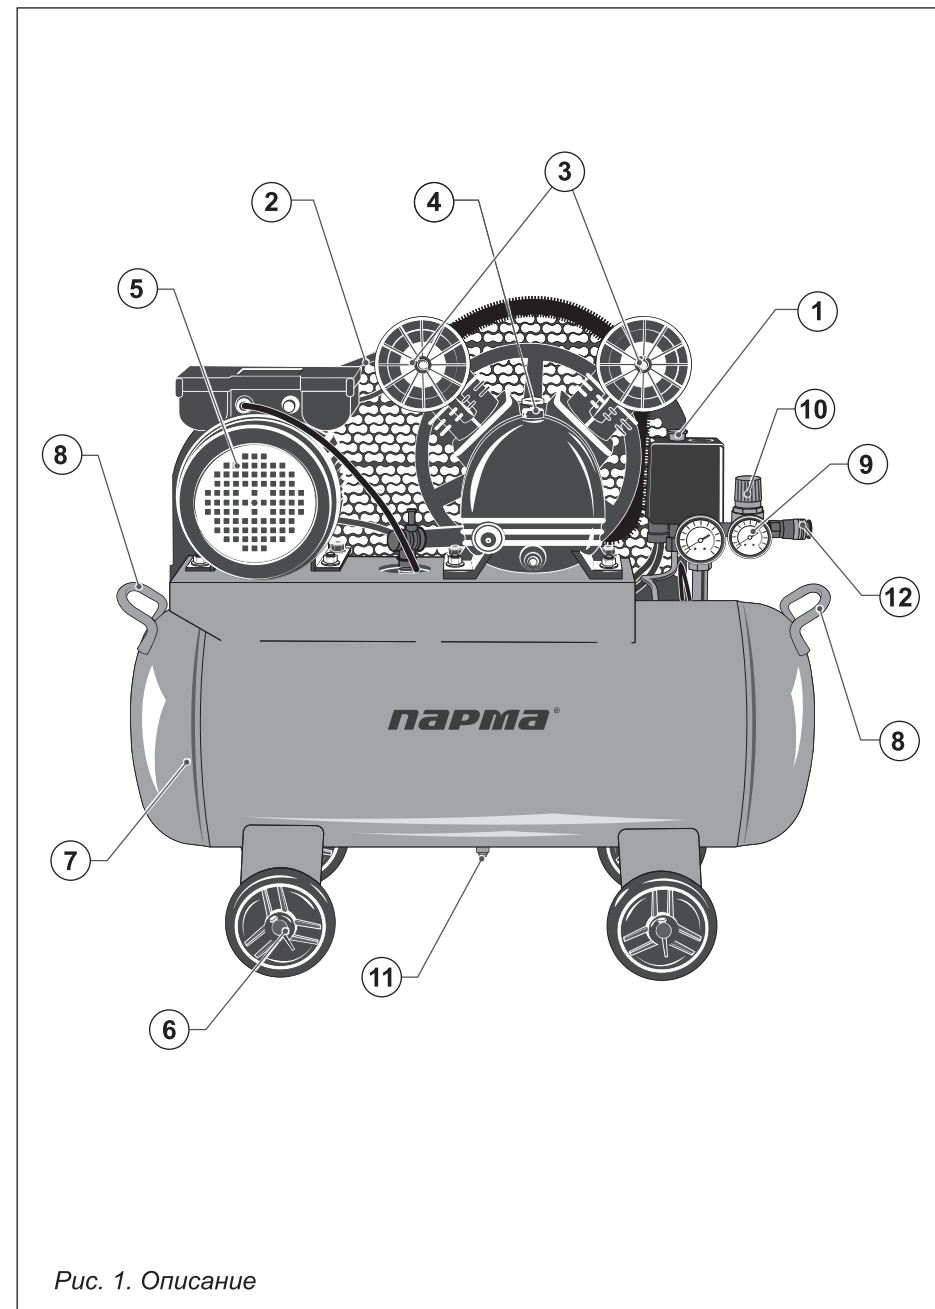

Рис. 1. Описание
2. УСТРОЙСТВО КОМПРЕССОРА (рис. 1)